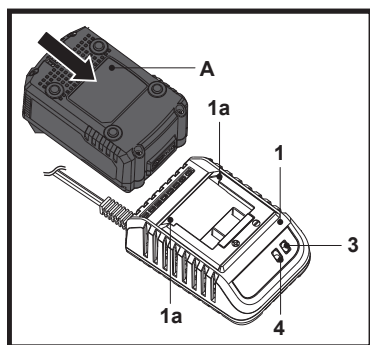
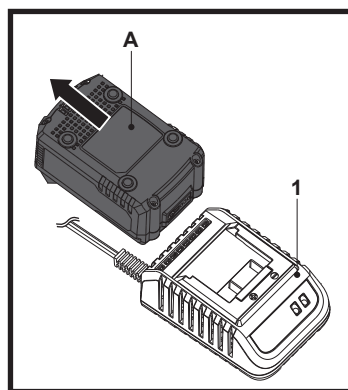

Fig. 1
Fig. 2
1. Aligner la batterie (A) sur les glissières (1a) du chargeur (1) et la faire glisser jusqu'en butée. S'assurer que la batterie (A) est complètement engagée dans le chargeur (1) (Fig. 1).
2. Brancher la fiche du chargeur (1) sur l'alimentation.
3. L'indicateur de charge rouge (4) s'allume et la charge est en cours.
4. L'indicateur de charge rouge (4) s'éteint et le voyant d'alimentation vert (3) s'allume une fois la charge terminée (cela prend normalement 1 à 2 heures, voir la section « Indicateurs de niveau de charge/ d'alimentation » ci-dessous pour connaître les niveaux de charge), débrancher le chargeur (1) de l'alimentation.
5. Retirer la batterie (A) du chargeur (1) (Fig. 2).